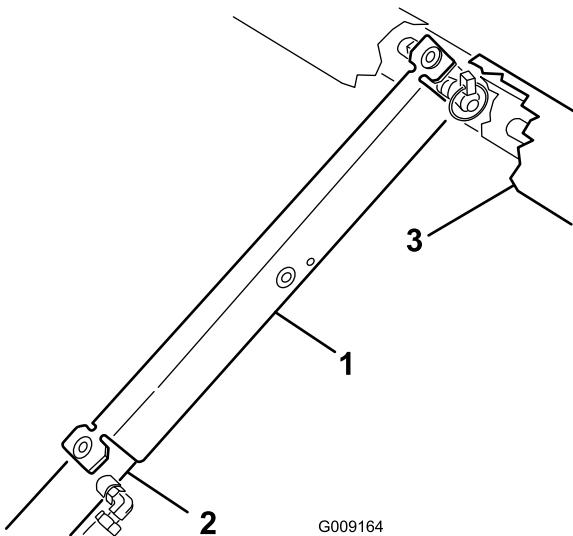

Figure 12
9. Poussez la bêquille de sécurité sur la tige du vérin et appuyez bien les pattes d'extrémités contre l'extrémité du corps du vérin et l'extrémité de la tige du vérin (Figure 12).